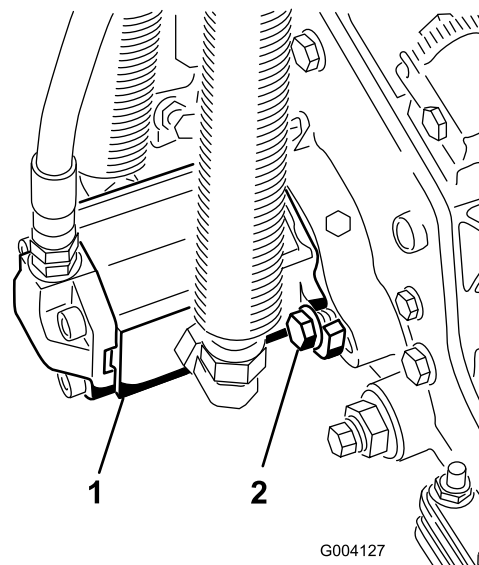

Figura 16
11. Instale el motor girándolo en sentido horario de modo que las bridas del motor no choquen con los tornillos de caperuza (Figura 16).